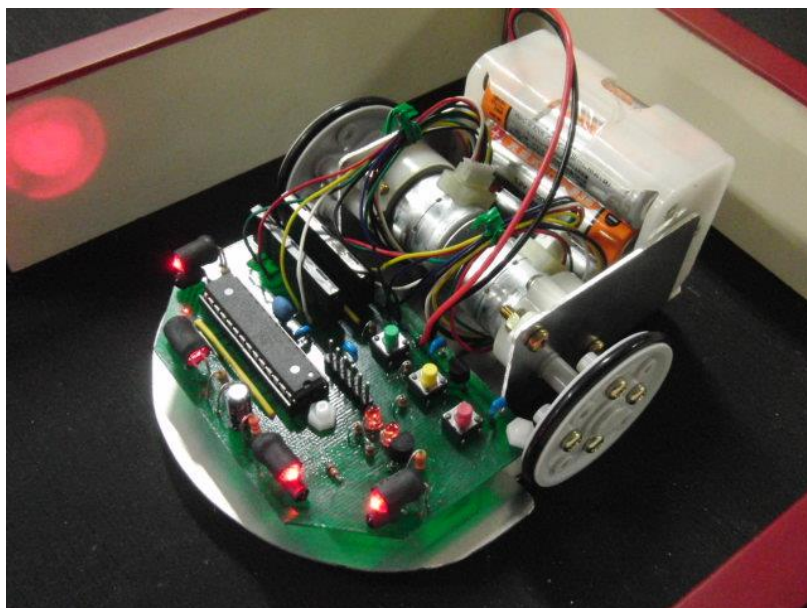

図 6 開発したマイクロマウスの概観（写真は初期試作品）
- ・光センサの壁照射用の赤色 LED 1 から LED4 は A(アノード)側がプラス (電流が流入), K(カソード)側がマイナス (流出) になるようにする. フォトトランジスタ PT1 から PT4 は C(コレクタ)が +5V に接続され, E (エミッタ) 側が抵抗を介して GND に接続される. LED からの光が直接 PT に入らないように, それぞれ黒の熱収縮チューブで側面を覆うなどすること (図 6 の写真を参照). LED とフォトトランジスタが組になったフォトリフレクタを用いる場合は, 極性によりそのままでは使用できない場合があるので注意が必要である.
書き込みが終わったら図面を元に本体の製作，モータの取り付け，タイヤ・ホイールの取り付け，基板の取り付けとモータへの配線を行う．最後に本体が水平になるように本体後部にスポンジとスベリ材で高さ調整をする．（図 6 参照）